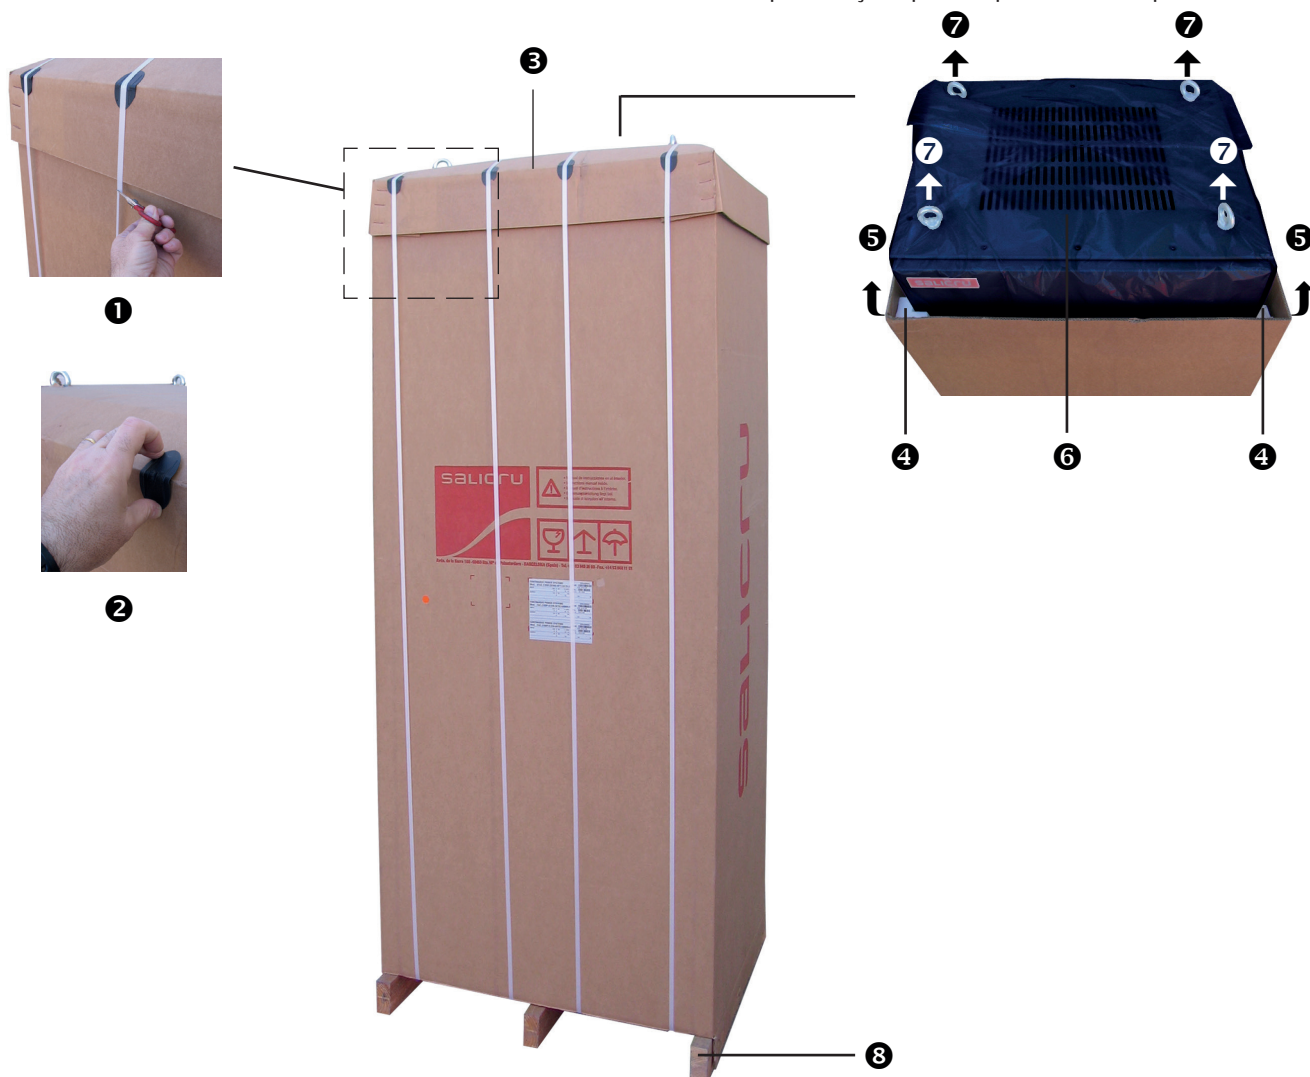

Fig. 17. Processo de desembalagem de um sistema em armário.
- A desembalagem de um equipamento não comporta nenhum inconveniente e somente será descrito o procedimento para um sistema em armário, por ser um pouco mais complexo devido, em particular, ao seu próprio volume (ver Fig. 17). Respeite o procedimento indicado a seguir: